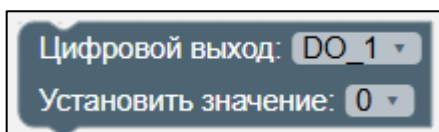

Рисунок II-39 – Цифровой выход
4. Цифровой выход (см. Рисунок II-39):